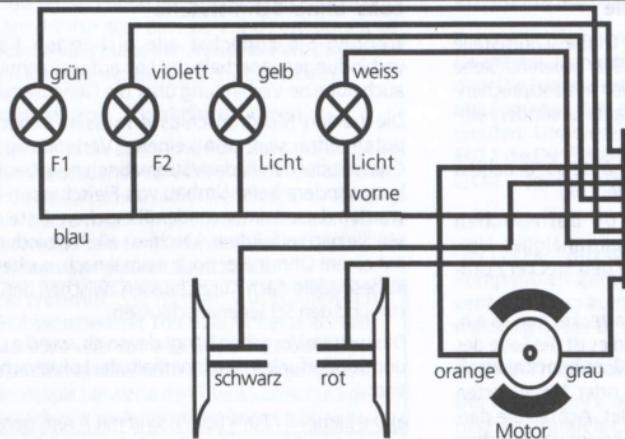

Abb.2: Anschluss des LokPilot mfx in Loks mit isolierten Sonderfunktionen
- a) Die Lampen / Funktionen sind mit Ihrem gemeinsamen Anschluss gegenüber dem Lokgehäuse isoliert (also potentialfrei). Der dann nötige Anschluss wird in Abb. 2 dargestellt.
Im anderen Fall (Siehe Abb. 2) müssen Sie alle übrigen Anschlüsse aller Birnchen und Funktionen gemeinsam an das blaue Kabel anschließen. Dieses darf keinen Kontakt mit dem Lokchassis haben!
Verwenden Sie bei Loks, die nach Abb. 2 verschaltet werden, ausschließlich digitale Rauchgeneratoren, z.B. Seuthe Nr. 11. Andere Rauchheinsätze benötigen u.U. zu viel Strom. Teilweise sind Rauchgeneratoren mit mehr als 250mA Stromaufnahme im Handel!